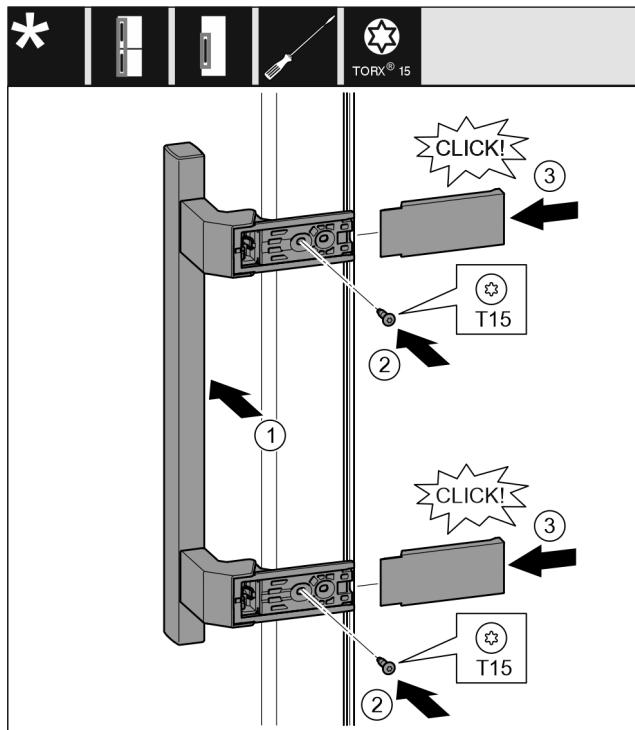

Fig. 19
- ▶ Поставете дръжката от другата страна. Fig. 19 (1)
- ▶ С отвертка T15 затегнете винтовете. Fig. 19 (2)
- ▶ Поставете отстрани капациите и ги нахлузете. Fig. 19 (3)